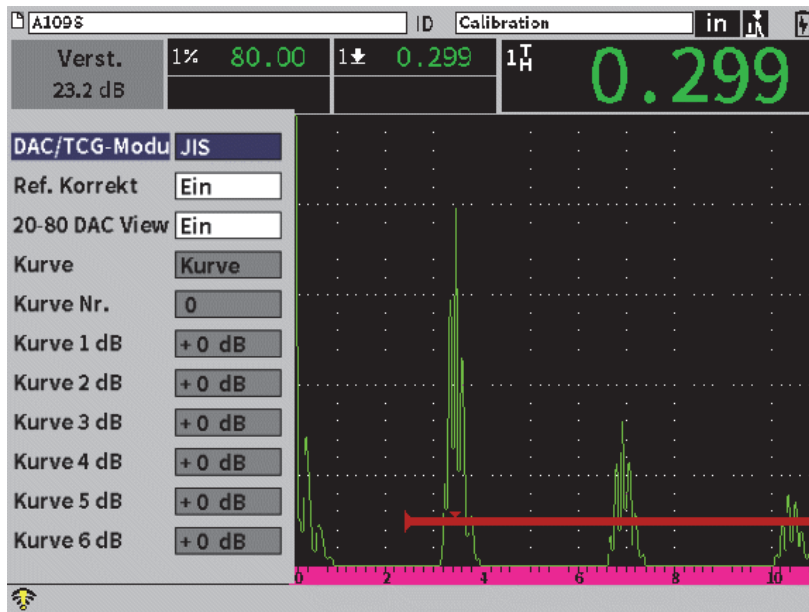

Abbildung 11-15 JIS DAC-Modus
2. Im Untermenü DAC/TCG, drehen Sie den Drehknopf, um den **DAC/TCG-Modus** auf **JIS** einzustellen (siehe Abbildung 11-15 auf Seite 195).